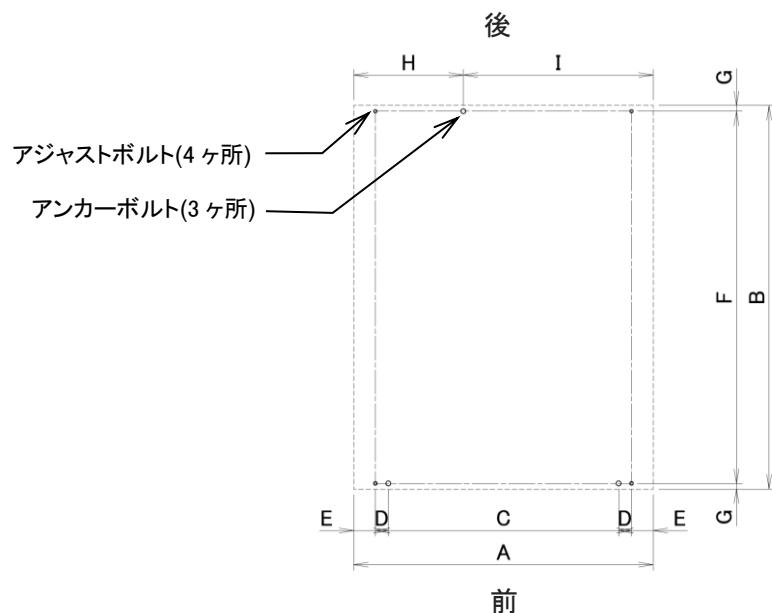

図 4-2
- 機械の据付は、機械自重による床荷重(700kg/m^2)に充分耐えられる所で、かつ、水平な所であれば、特別な基礎工事の必要はなく、簡易基礎にて水平を出し、3 本のアンカーボルトにて固定するだけで充分です。ただし、特に地盤の弱い所は、機械ベース図(図 4-2)を参照の上基礎工事をしてください。また、機械の据付は水平器を用いて、左右は水平にし、機械の前後方向は機械前側が少し上がり気味になるように据付してください。